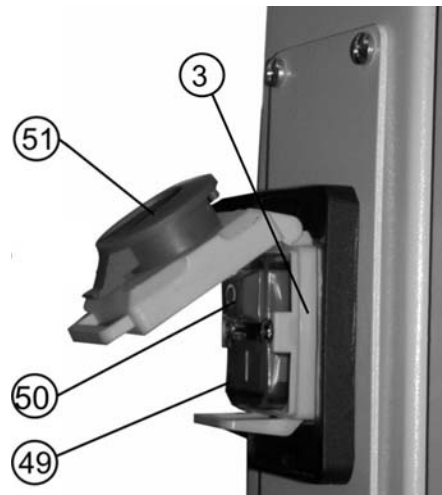

Рис. 16
### 12.2. Включение (Рис. 16)
12.2.2. Нажмите красную кнопку (51) и сдвиньте ее вверх, как показано стрелкой на красной кнопке (51) магнитного пускателя (3), Рис. 16.